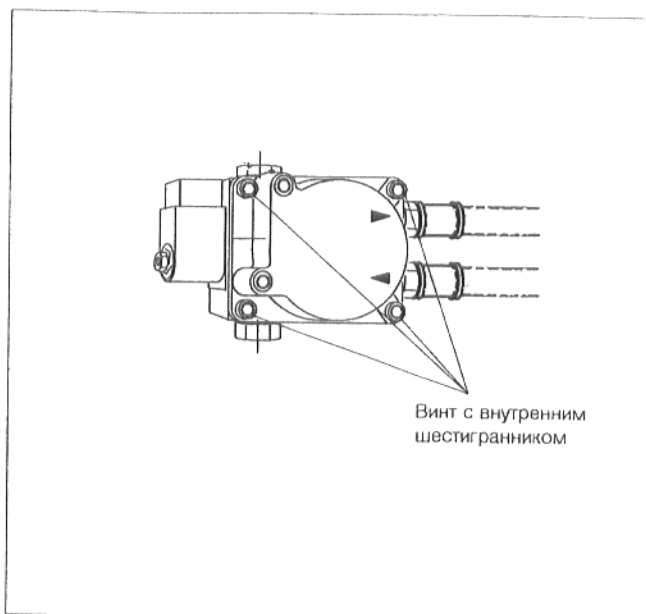

Рис. 6: Насос
- Ослабить 4 винта с внутренним шестигранником с передней стороны (рис. 6).